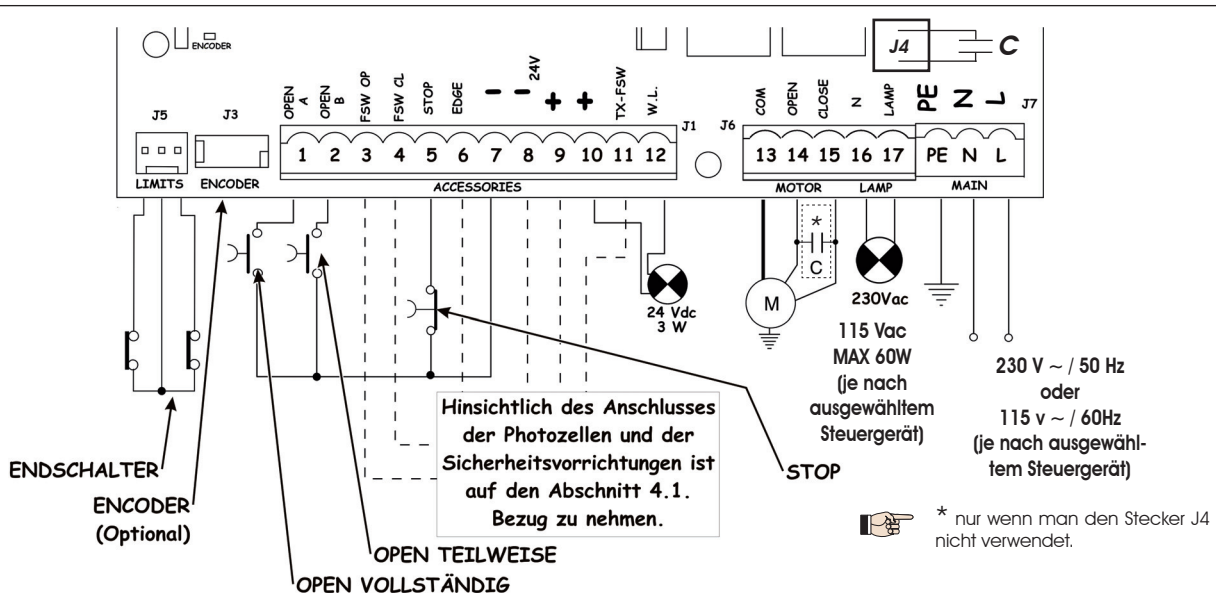

Abb. 2
4.2. Klemmenbrett J7 - Versorgung (Abb. 2)	Seite.44
4.3. Klemmenbrett J6 - Motoren und Blinkleuchte (Abb. 2)	Seite.44
4.4. Klemmenbrett J1 - Zusatzgeräte (Abb. 2)	Seite.44
4.6. Stecker J6 - Schnellanschluß Endschalter (Abb. 2)	Seite.45
4.7. Stecker J3 - Schnellanschluß Encoder (Abb. 2)	Seite.45
Das Erdungskabel ist an die entsprechende Klemme auf dem Stecker J7 des Geräts anzuschließen (siehe Abb. 2).
4.2. Klemmbrett J7 - Versorgung (Abb. 2)
4.3. Klemmbrett J6 - Motoren und Blinkleuchte (Abb. 2)
4.4. Klemmbrett J1 - Zusatzgeräte (Abb. 2)
#### 4.6. Stecker J6 - Schnellanschluß Endschalter (Abb. 2)
Dieser Eingang dient dem Schnellanschluß der Endschalter im Öffnungs- und im Schließvorgang, die den Stopp des Flügels, den Beginn der Abbremsungen oder auch die Bremsung einleiten können (siehe detaillierte Programmierung Kap. 5.2.). Bei den Getriebemotoren, bei denen die Steuerzentrale eingebaut ist, ist dieser Anschluß bereits serienmäßig verkabelt (Abb. 2). Für die Öffnungsrichtung des Flügels siehe detaillierte Programmierung Kap. 5.2.
#### 4.7. Stecker J3 - Schnellanschluß Encoder (Abb. 2)